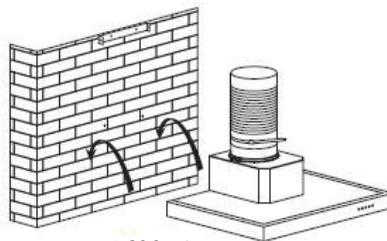

**Abb. 2**
3. Nachdem Sie die Installationshöhe der Haube festgelegt haben, bohren Sie 6 Löcher an den entsprechenden Stellen in die Wand und schrauben die Dübel in die Löcher. Montieren Sie 2 Stück Schrauben (4\*30mm) zum Aufhängen des Geräts. Und verwenden Sie 2 Stück Schrauben (4\*40mm), um die Rauchfanghalterung an der Wand zu befestigen. Die fixierte Position der Rauchfanghalterung im Inneren ist die höchste Position des Rauchfangs. Siehe Abb. 2.